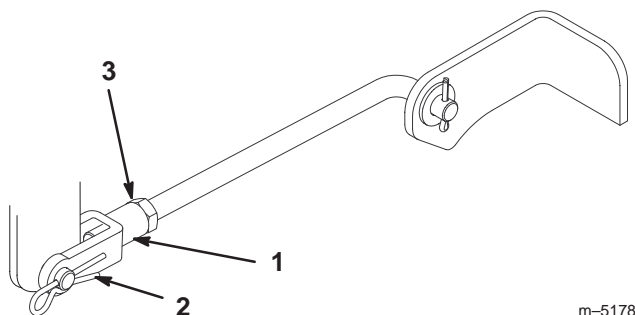

Figure 43
9. Pour régler l'inclinaison avant/arrière des lames, enlevez la goupille fendue des chapes des tourillons avant et desserrez les contre-écrous (Fig. 43).
10. Tournez les chapes sur les tourillons pour modifier le réglage (Fig. 43). Serrez les chapes (raccourcissez les tourillons) pour relever l'avant du plateau et desserrez-les (allongez les tourillons) pour abaisser l'avant du plateau.